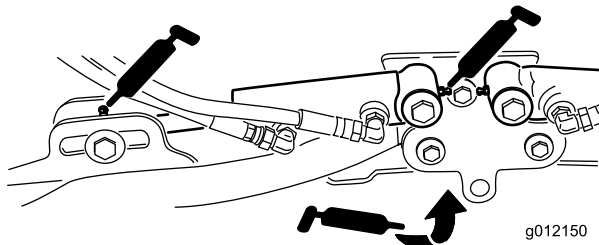

Figura 51
- Cilindri del braccio di sollevamento degli elementi di taglio (2 cad.) (Figura 51)
- Perni dei bracci di sollevamento (1 cad.) (Figura 51)